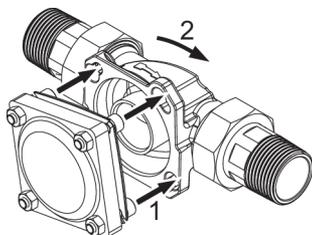
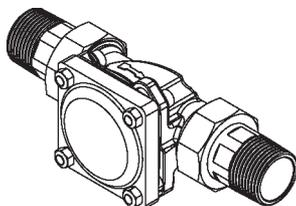

Abb. 5: Gerät ansetzen und einrasten (Befestigungsprinzip)
Abb. 6: Geräteanschluss eingerastet (Befestigungsprinzip)
gen am Einbaudrehflansch stecken (siehe Abbildung 5).
5. Das Gerät im Uhrzeigersinn bis zum Anschlag drehen (siehe Abbildung 5 und Abbildung 6).